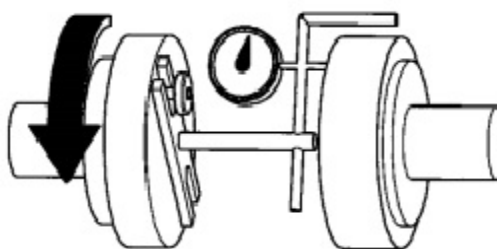

Рисунок 6 Проверка углового смещения
- выполнить измерение, как показано на рис. 6;